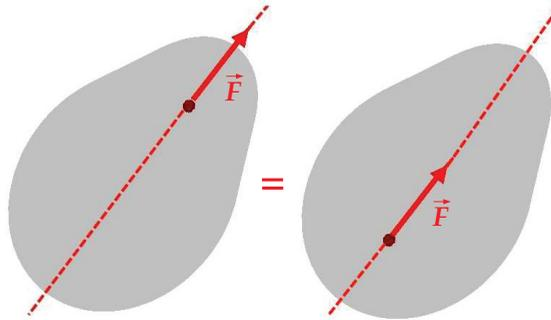

Figura 1.2: Principio de transmisibilidad.
- **Principio de transmisibilidad:** sea una fuerza que actúa sobre un cuerpo en una determinada línea de acción (ver figura 1.2). El efecto de dicha fuerza sobre el cuerpo es idéntico si la fuerza se aplica en cualquier otro punto de la misma línea de acción. Este principio se resume en ocasiones diciendo que la fuerza *puede trasladarse* a lo largo de su línea de acción sin alterar el estado del cuerpo.